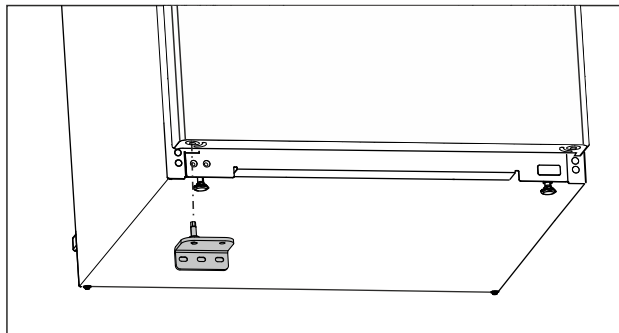

Fig. 20
- Vložte spodní stojan ložiska na opačné straně. (viz Fig. 20)